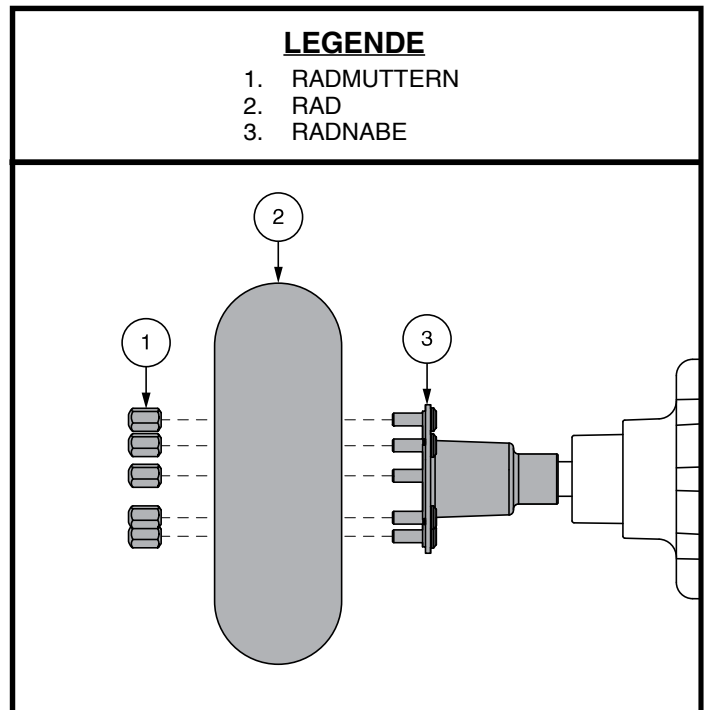

Abb. 28. Reifenradenthebung
4. Entfernen Sie die Radmuttern Antriebsrades von der Radnabe. **Siehe Abb. 28.**